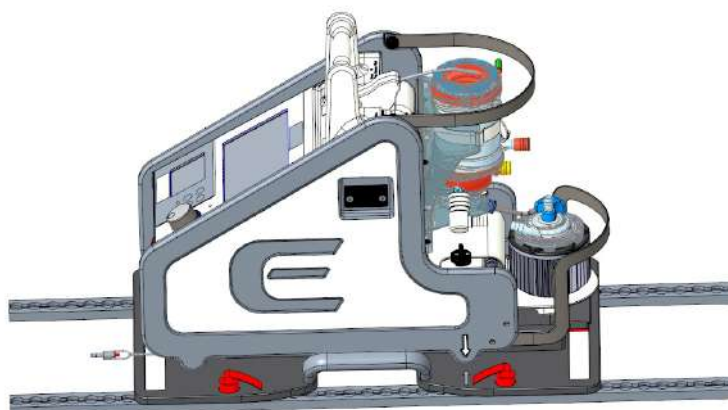

Рисунок 8
- 4) Убедиться, что боковые вертикальные стрелки, направленные вниз, на двух боковых стенках **КОНСОЛИ ECMOLIFE** совпадают со стрелками на верхней части **пластинодержателя ECMOLIFE для автомобиля скорой помощи** (рисунок 8).